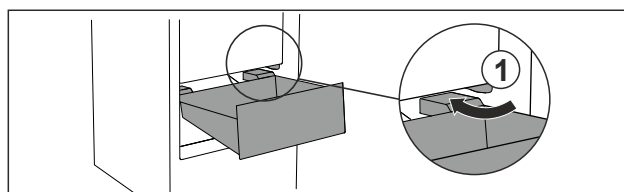

Fig. 27
- ▶ Guider le tiroir en biais en contournant les butées Fig. 27 (1).